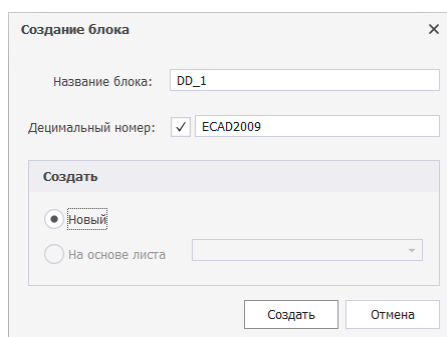

Рис. 28 Заполнение данных блока
2. Заполните необходимую информацию в окне «Создание блока» и нажмите «Создать», Рис. 28.